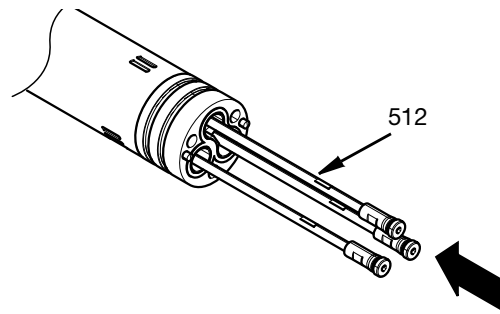

FIG. 29
9. Meta las válvulas de cierre de las varillas (512) por el adaptador en el cuerpo central. Consulte la FIG. 29.